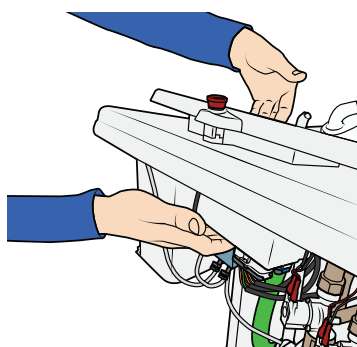

Figure 36
19. Soulevez et retirez avec précaution l'unité du panneau principal (panneau et boîtier de carte de circuit imprimé). Soutenez le boîtier pendant le levage. Voir Figure 36.
21. Débranchez les six connexions électriques des électrovannes de remplissage sur les raccords de tuyaux. Mémo-risez leurs positions. Voir Figure 36.